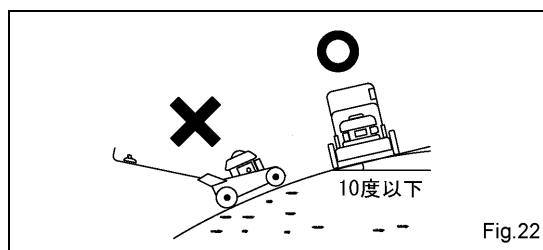

Fig.22
(7) 傾斜地での作業は、上下方向ではなく横方向（等高線方向）で行なって下さい。但し、横方向（等高線方向）で作業される場合でも、本機が10度以上傾く場合は危険ですので使用しないで下さい。(Fig.22)